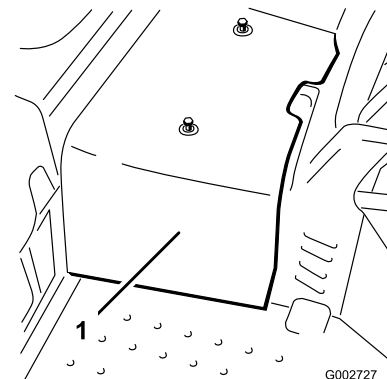

Figura 48
2. Allentate le 2 viti che fissano la protezione centrale alla macchina, e togliete la protezione (Figura 48).